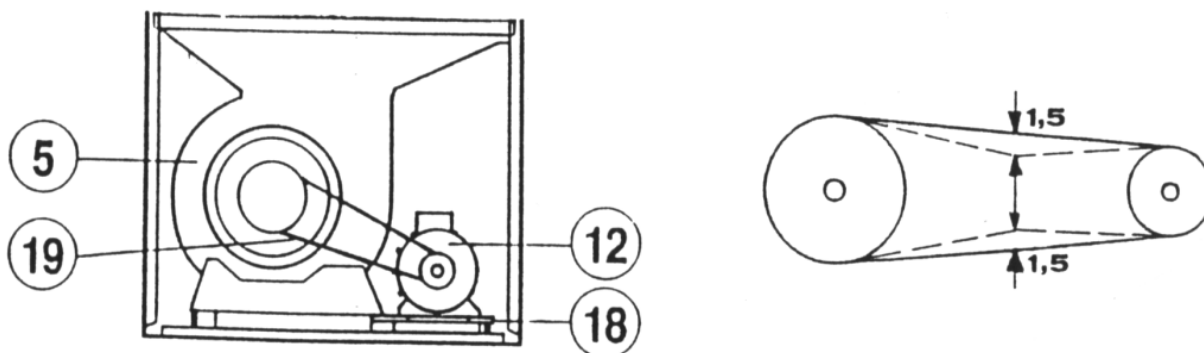

Figura 6 Componenti generatore
- la tensione delle cinghie: stringendole con le mani, la loro flessione dovrà essere di circa 2-3 cm (vedi **Figura 6**). Per regolarne la tensione avvitare o svitare il bullone tendicinghia posto sulla slitta del motore (18) **Figura 6**;